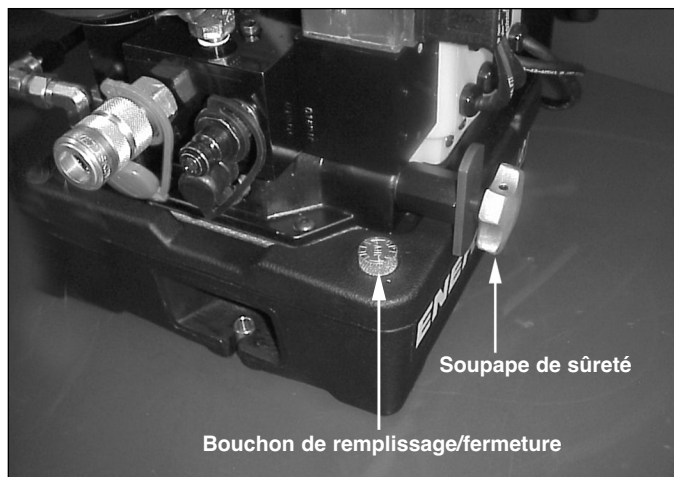

Figure 1 - Soupape de sûreté
4. Desserrez le contre-écrou et détarrez la soupape de sûreté (tournez dans le sens inverse des aiguilles d'une montre) afin d'éviter toute montée de pression intempestive. Aucun outil n'est nécessaire pour régler la soupape de sûreté. Voir Figure 1.
2. Desserrez le contre-écrou et détarrez la soupape de sûreté afin d'éviter toute montée en pression intempestive. Voir Figure 1.